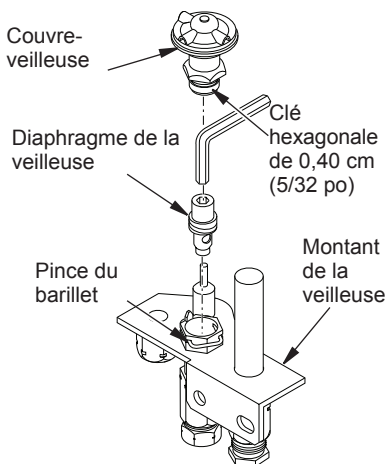

Figure 46 - Conversion de la veilleuse
1. Attendez cinq (5) minutes que tout le gaz se dissipe. Vérifiez s'il y a une odeur de gaz, surtout près du plancher. S'il y a une odeur de gaz, ARRÊTEZ tout! Consultez la section Pour votre sécurité, lisez avant d'allumer à la page 26.
7. Enlevez le couvre-veilleuse en le relevant de manière à la dégager du barillet. N'enlevez pas la bague de maintien (voir figure 46, page 29).